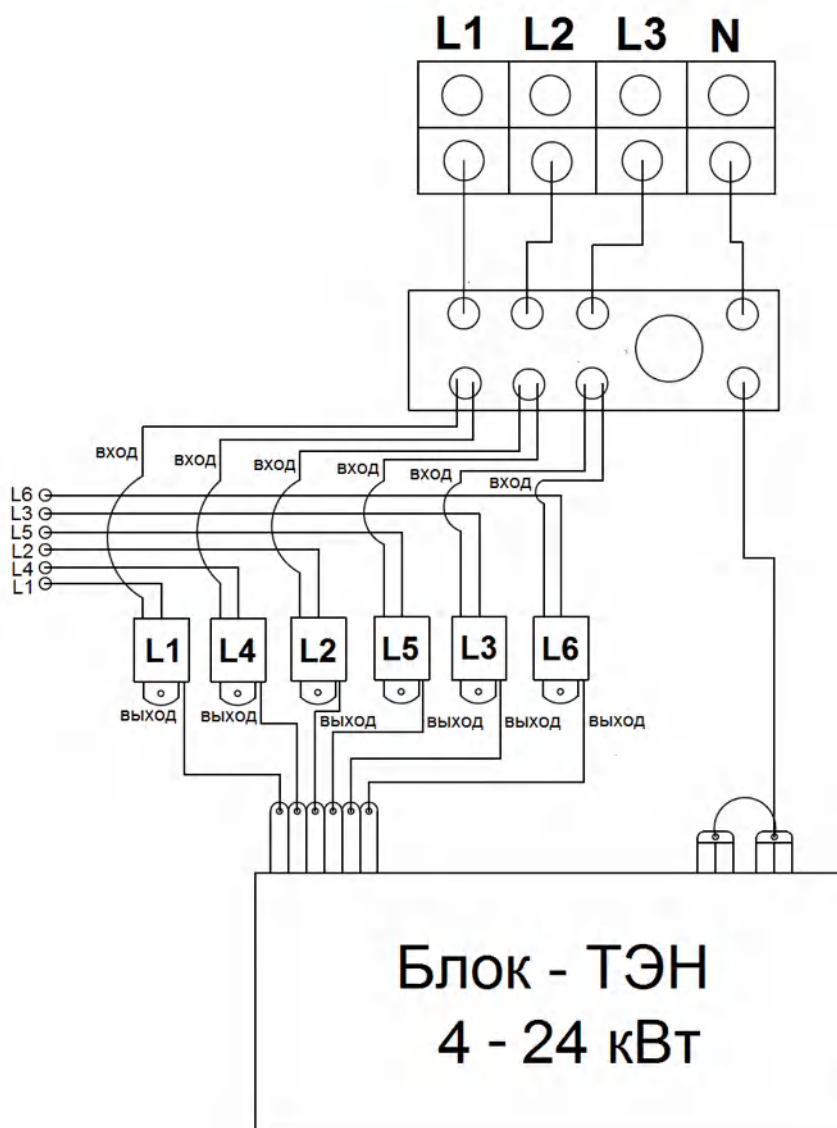

Рис. 14
- Для повышения давления в СО и в электродкотле установлен кран подпитки (См. Рис.14). При повышении давления в СО и в электродкотле с использованием крана подпитки **необходимо** соблюдать следующие условия: